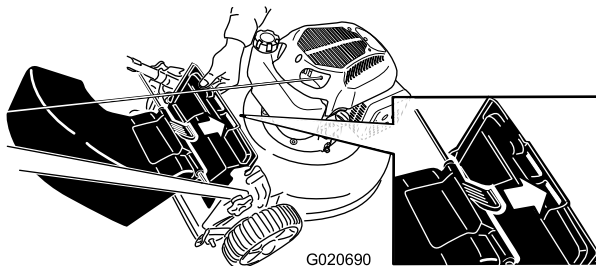

Bild 23
3. Setzen Sie die Lasche am Heckauswurfablenkblech in den rechten Schlitz am hinteren Ablenkblech (Bild 23).